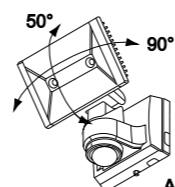

Abb. 3
3.2.2 Um eine optimale Ausleuchtung zu gewährleisten, kann der Leuchtenkopf 90° horizontal und 50° vertikal ausgerichtet werden (Abb. 3).